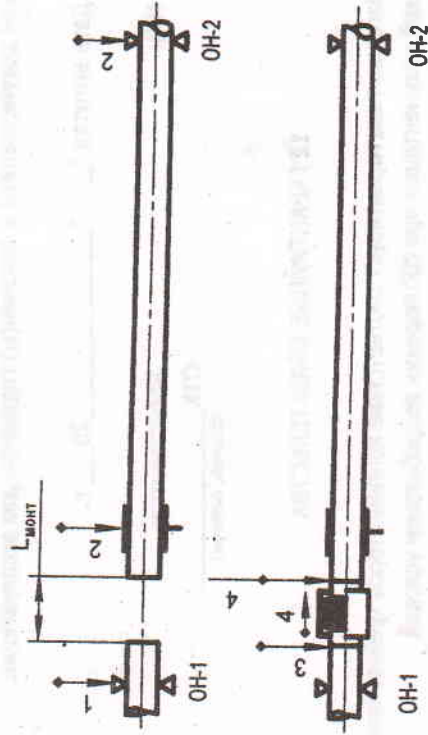

Рисунок 3 - Схема монтажа компенсаторов
8.2.2 Монтаж компенсаторов рекомендуется производить в следующей последовательности (рисунок 3):